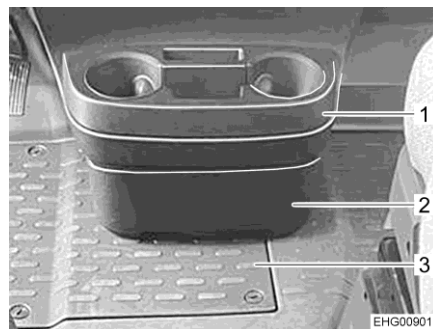

Fig. 88 Portabevande e subwoofer
Per poter accedere alla batteria, è necessario prima smontare il subwoofer (Fig. 88,2) dell'impianto audio.
- Estrarre il subwoofer (Fig. 88,2) e posarlo da parte.
- Aprire la piastra del pavimento (Fig. 88,3).
- Morsettare il subwoofer (Fig. 88,2) sotto al portabevande (Fig. 88,1).